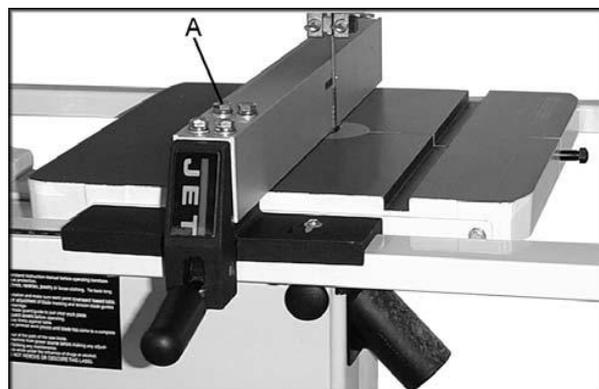

Fig. 4
5. Прикрепите упор к конструкции, используя четыре болта, четыре контршайбы и четыре плоские шайбы (А, Рис. 4).